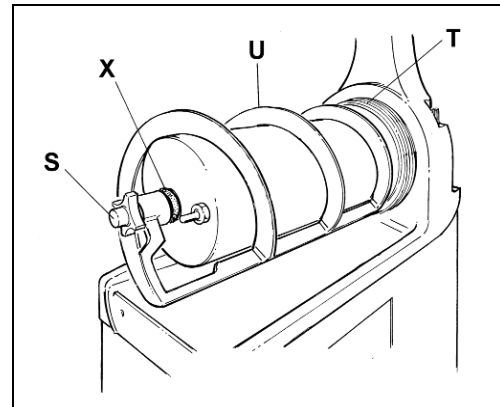

Fig. 14
- Dévisser le pommeau de fixation S dans le sens des aiguilles d'une montre (filetage gauche) et procéder à l'extraction du groupe de mélange U et des joints d'étanchéité X et T (voir fig.14).
- Procéder au remontage du groupe de mélange (fig.14) en vous conformant aux étapes suivantes: